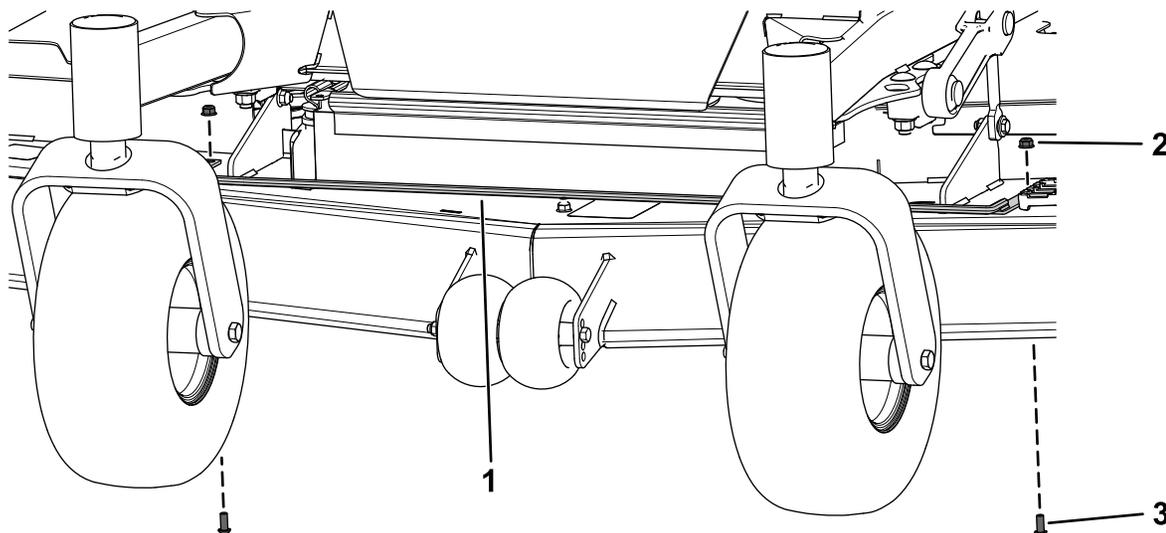

Figura 15
4. Fissate l'asta di sostegno inferiore anteriore utilizzando i 2 bulloni a testa bombata (5/16" x 3/4") e i 2 dadi flangiati (5/16") rimossi in precedenza come mostrato in Figura 15.